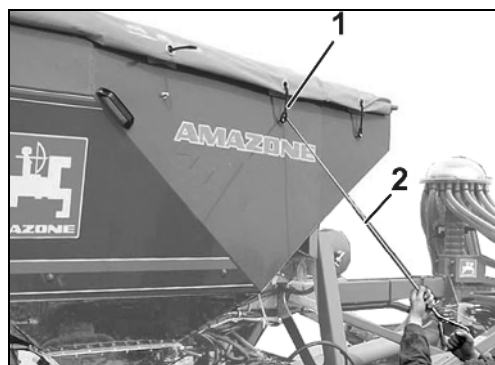

Fig. 103
1. Indstil hydraulik-håndtaget (Fig. 103)